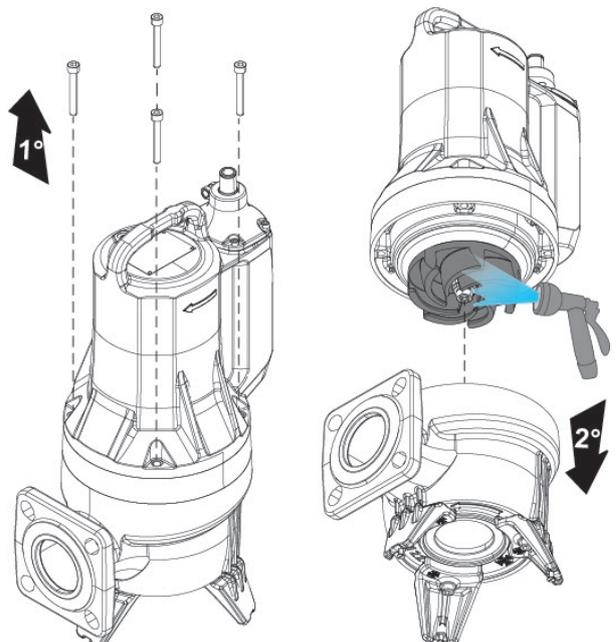

Fig.10
- Очистка рабочего колеса (Рис. 10)